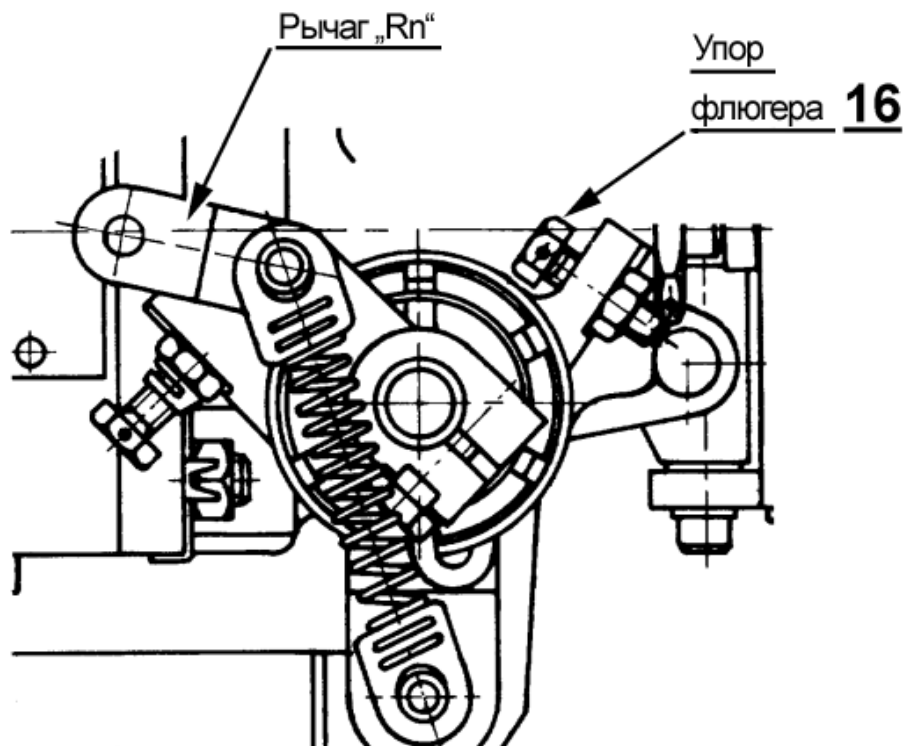

Рисунок 11-30 Регулировка упора флюгера
- c) Снимите пломбу и хомут с упора 16 - Рисунок 11-30
- Снимите пломбу и хомут с упора **16** (Рисунок 11-30).